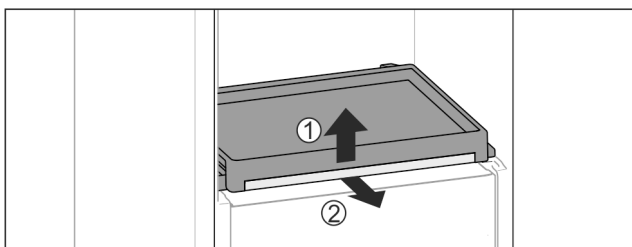

Fig. 31
- Sortir la bordure télescopique avec la tablette : Soulever légèrement la tablette par l'avant Fig. 31 (1) et la sortir vers l'avant Fig. 31 (2).